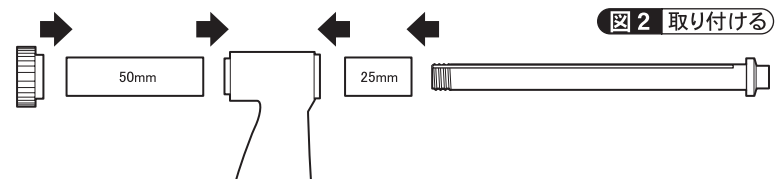

図2 取り付ける
- ③必要な測定範囲に応じて、アジャストアンビルの位置を入れ替え、アンビル・フレームに通して下さい。 **図2**